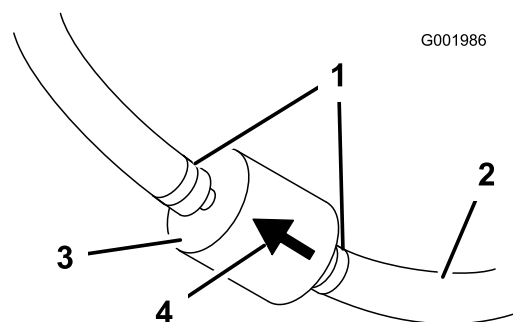

Figura 41
5. Premete le estremità delle fascette stringitubo ed allontanatele dal filtro (Figura 41).